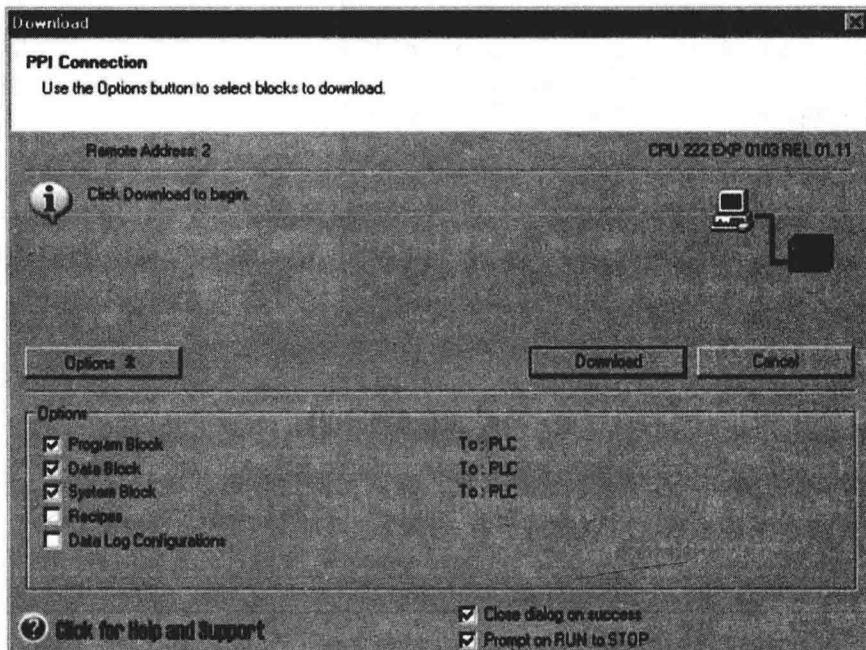

图 1-12 下载程序
(5) 下载示例程序。可以单击工具条中的下载图标或者在命令菜单中选择“File”→“Download”命令来下载程序，如图 1-12 所示，下载程序到 S7-200。如果 S7-200 处于运行模式，将有一个对话框提示 CPU 将进入停止模式，单击对话框中的“Yes”按钮将 S7-200 置于 STOP 模式。